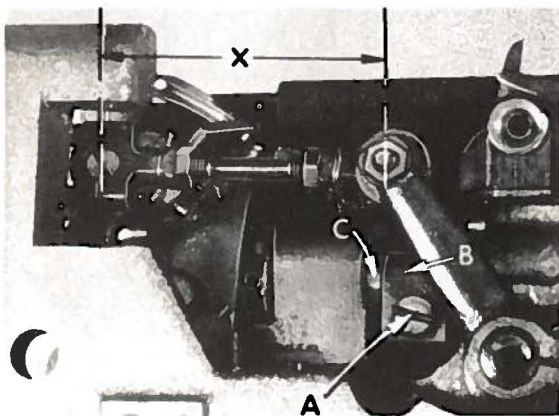
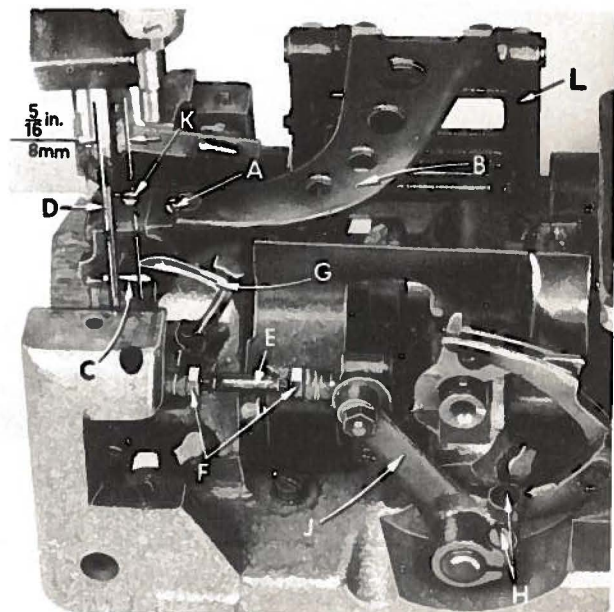
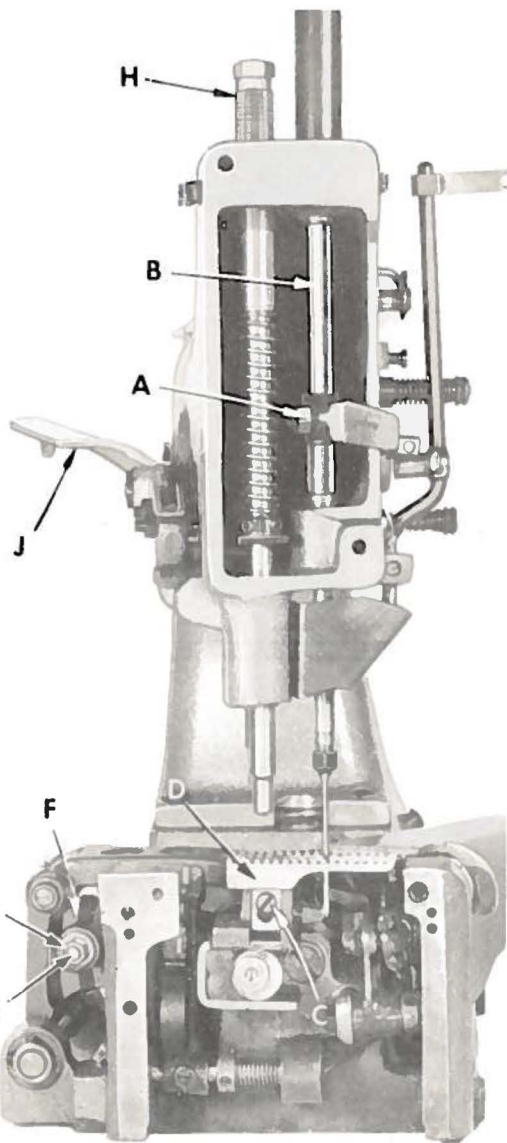

Fig. 3
Fig. 2
Fig. 5
Zur bequemen Einstellung entferne Drückerfuß, Stichplatte und Transporteur. Löse die Schraube (A, Fig. 2) im Transporteurträger (B) und verschiebe den Nadelanschlag (C) nach hinten, damit die Nadel (D) während der Einstellung nicht berührt wird. Stelle die Greiferverbindungsstange (E) so ein, daß der Abstand (X, Fig. 3)  $69,8 \text{ mm} = 2 \frac{3}{4}$  inches für 80800 R, U und UA und  $68,3 \text{ mm} = 2 \frac{11}{16}$  inches für 80800 S beträgt. Falls eine Einstellung notwendig ist löse die Muttern (F, Fig. 2) und drehe die Verbindungsstange (E) nach vorn oder nach hinten bis der gewünschte Abstand erreicht ist, ziehe die Muttern (F) wieder an. **BEACHTUNG:** Die rechte Mutter hat Linksgewinde. Der Greifer (G, Fig. 2) ist so einzustellen, daß der Abstand zwischen Nadelmitte und Greiferspitze  $8 \text{ mm} = \frac{5}{16}$  inch beträgt, wenn der Greifer in seiner rechten Endstellung ist. (Für diese Einstellung verwende Greiferabstandslehre Nr. 21225-5/16). Sollte es nicht möglich sein, auf die beschriebene Weise den erforderlichen Greiferweg und Greiferabstand zu erreichen, so kann der Greiferantriebshebel (J, Fig. 2), nach Lösen der Pratzschrauben (H, Fig. 2), gedreht werden. Eine Drehung im Uhrzeigersinn vergrößert, eine Drehung in entgegengesetzter Richtung verkleinert den Greiferweg. Die Pratzschrauben sind wieder anzuziehen, wobei darauf zu achten ist, daß kein axiales Spiel bei der Greiferantriebswelle entsteht. Es ist darauf zu achten, daß der Abstand zwischen der Greiferspitze und dem Abschlußblech ca.  $1 \text{ mm} = 0.04$  inch beträgt, wenn der Greifer in seiner linken Endstellung steht. Sollte der Greifer gegen das Abschlußblech schlagen, muß der Abstand (X, Fig. 3) wie beschrieben überprüft werden.
For convenient access remove the presser foot, throat plate and feed dog. Loosen the screw (A, Fig. 2) in the feed bar (B) and push the feed bar needle guard (C) to the rear to avoid its contacting the needle (D). For Styles 80800 R, U and UA, set the looper connecting rod (E) so the distance (X, Fig. 3) is  $69,8 \text{ mm} = 2 \frac{3}{4}$  inches. This dimension (X, Fig. 3) should be  $68,3 \text{ mm} = 2 \frac{11}{16}$  inches on Style 80800 S. If adjustment is necessary, loosen nuts (F, Fig. 2) and turn connecting rod (E) forward or backward as required to obtain specified dimension, retighten nuts (F). **NOTE:** The right nut has a left hand thread. Set the looper (G) so the distance from the centerline of the needle (D) to the point of the looper (G) is  $8 \text{ mm} = \frac{5}{16}$  inch, when the looper is at its farthest position to the right. Looper gauge No. 21225-5/16 can be used advantageously in making this adjustment. Loosen screw (H) in the looper drive lever (J), reposition as required to obtain specified dimension and retighten screws (H) assuring that all end play is taken out of the looper drive lever rocker shaft. Check to insure clearance about  $1 \text{ mm} = 0.04$  inch between the point of the looper and the cylinder end cover when the looper is at its extreme left position. Should the looper strike the end cover, **RECHECK** the distance between centerlines of ball joints and the looper gauge distance as described above.
In seiner Vorwärtsbewegung (nach links) muß die Greiferspitze dicht an der Hohlkehle der Nadel über dem Nadelöhr vorbeigehen, ohne die Nadel zu berühren. In dieser Einstellung wird die Klemmschraube (A, Fig. 3) im Gelenk für Greifer-Ausweichbewegung (B) gelöst und nach Einstellung wieder angezogen.
As the looper moves to the left, it should pass as close as possible to the back of the needle without contacting it. Adjustment can be made by loosening clamp screw (A, Fig. 3) in the looper avoid connection link (B) and turning the looper rocker shaft (C) forward or backward as required, retighten screw (A).
Stelle die Nadelstange so hoch ein, daß Unterkante Greifer- und Oberkante Nadelöhr übereinstimmen, wenn die Greiferspitze bei ihrer Bewegung nach links 1 - 1,5 mm = 0.04 - 0.06" über die linke Nadelseite vorsteht. Zur Höheneinstellung der Nadelstange wird die Klemmschraube (A, Fig. 5) am Mitnehmer gelöst und nach der Einstellung wieder fest angezogen.
Set the needle bar so that the top of the needle eye is even with the underside of the looper, when the looper point in its travel to the left projects 1 - 1.5 mm = 0.04 - 0.06" from the left side of the needle. If adjustment is necessary, loosen the clamping screw (A, Fig. 5) in the needle bar connection and move the needle bar up or down as required and retighten screw.
In Höchststellung des Transporteurträgers muß der Transporteur (D, Fig. 5) hinten um eine Zahntiefe aus der Stichplatte herausragen. Eine kleine Regulierschraube (K, Fig. 2) hierfür befindet sich unter dem Transporteur im Transporteurträger (B). Durch Lösen der unteren 2 Schrauben (Teil-Nr. 89) im Transportrahmen (L, Fig. 2) kann der Transporteur seitlich zur Stichplatte eingestellt werden. Nach der Einstellung ziehe die 2 Schrauben wieder an.
Durch Lösen der Mutter (G, Fig. 5) am Verbindungslager (F) des Transporteurrahmens und Verschieben des Bolzens (E) nach oben oder nach unten im Schlitz, läßt sich die gewünschte SticHLänge einstellen. Eine Verschiebung nach oben ergibt kürzere, nach unten längere Stiche. Nach Einstellung der richtigen SticHLänge muß die Mutter (G) wieder angezogen werden.
The height of the feed dog (D, Fig. 5) is correct, when at its highest point of travel, the rear teeth project above the throat plate their full depth. This can be accomplished by removing the feed dog holding screw (C, Fig. 5) and feed dog (D), then adjust the stop screw (K, Fig. 2) in feed bar (B) as required to maintain the prescribed setting. To adjust the feed dog within the throat plate, loosen the 2 bottom screws (Part-No. 89) of the feed rocker (L, Fig. 2) and after adjusting as required retighten them.
The stitch length can be adjusted by raising or lowering the stud (E, Fig. 5) in the segment slot of the feed rocker (F). This can be accomplished by loosening nut (G); lowering stud (E) will lengthen the stitch and raising the stud will shorten the stitch.
Der am Transporteurträger verstellbar angeordnete Nadelanschlag (C, Fig. 2) ist so einzustellen, daß er in seiner vordersten Stellung leicht an der Nadel anliegt, ohne jedoch zu drücken, Schraube (A, Fig. 2) sichert seine Lage.
Set the feed bar needle guard (C, Fig. 2) so that it barely contacts the needle at its most forward point of travel, screw (A, Fig. 2) secures it in place.
Prüfe die senkrechte Bewegung der Drückfuß-Stangen bei eingebautem Drückfuß und entspannten Druckfedern. Die Stangen müssen leicht gleiten. Wenn der Drückfuß in seiner untersten Stellung ist, sollte ein freies Spiel von ca. 1,6 mm = 1/16" am Drückfuß-Lifterhebel (J, Fig. 5) sein.
Reguliere den Druck auf den Drückfuß mit den Drückfußfeder-Druckbüchsen (H, Fig. 5) so daß die Federn einen ausreichenden Druck für einen gleichmäßigen Transport ausüben; dazu müssen die 2 Schrauben Teil-Nr. 22580 A (Pos. 1, Seite 26) gelöst werden.
Check the vertical movement of the presser bars with the presser foot in position and pressure released. The bars must move freely. There should be approximately 1,6 mm = 1/16 inch free play in the presser foot lifter lever (J, Fig. 5) when the presser foot is down.
Regulate the pressure on the presser foot, using the presser spring regulators (H, Fig. 5), so that the springs exert a sufficient pressure to feed properly, therefore the 2 screws Part-No. 22580 A (Pos. 1, Page 26) must be loosened.